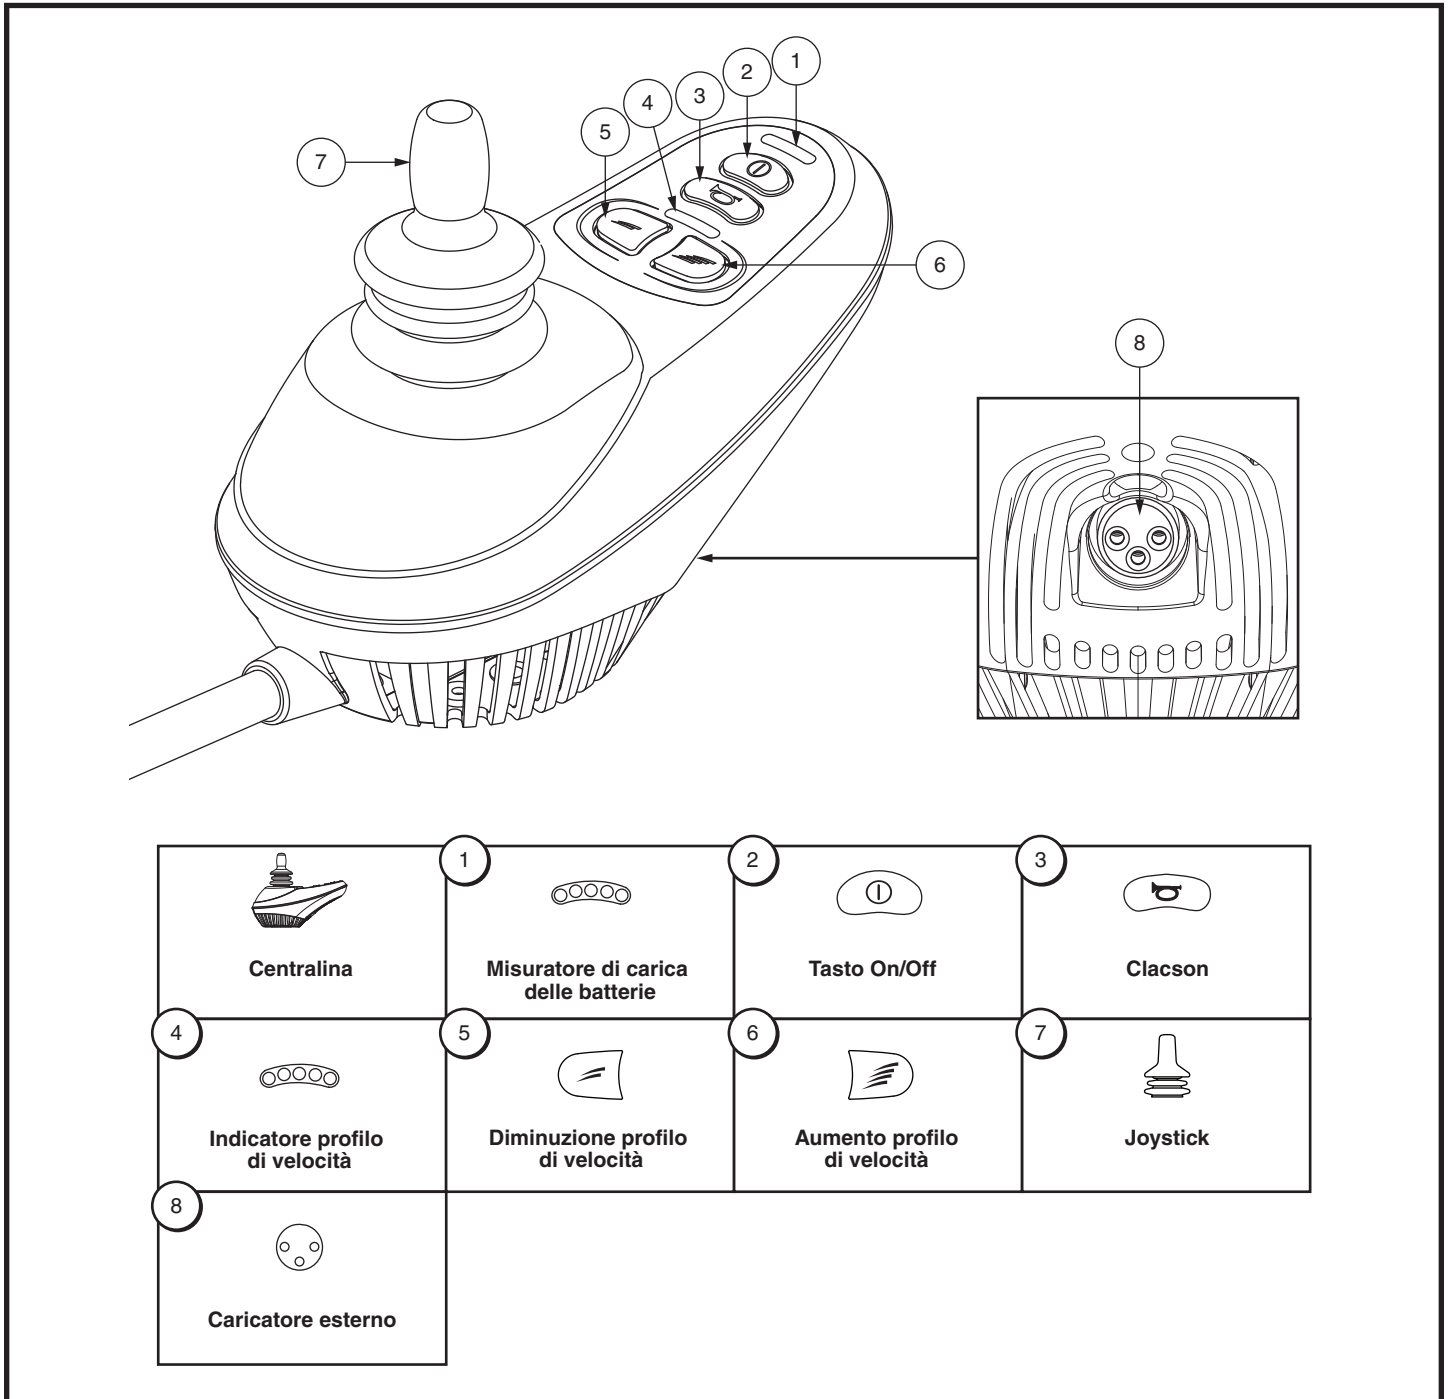

Figura 1. Componenti e collegamenti newVSI
**La figura 1** illustra le componenti e i collegamenti del newVSI. Utilizzare questo diagramma per conoscere la funzione e l'ubicazione di ogni componente prima di usare la centralina newVSI.